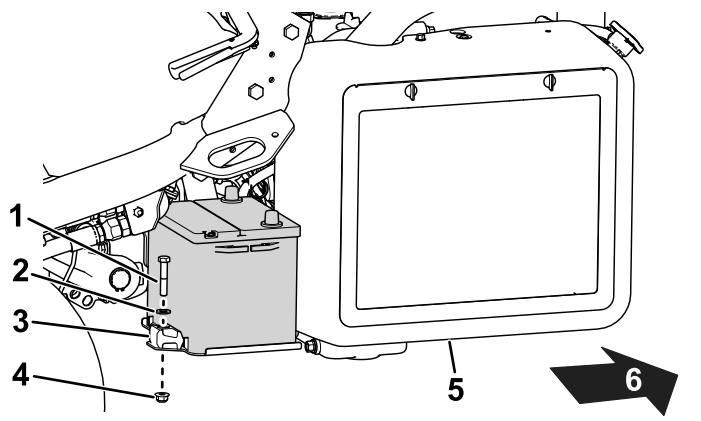

Figura 36
5. Coloque la batería en la bandeja y sujetela con las fijaciones que retiró anteriormente (Figura 36).
2. Retire las fijaciones que sujetan la batería a la bandeja (Figura 36) y levante la batería para sacarla.